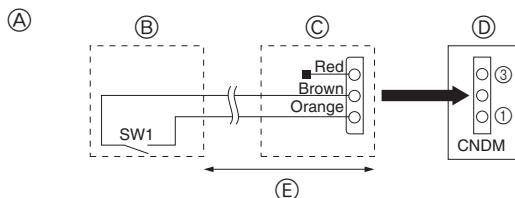

Fig. 8-1
- (A) Exemplo de diagrama de circuito (modo de baixo nível de ruído)
- (B) Disposição no local
- (C) Adaptador de entrada externo (PAC-SC36NA)
- (D) Painel de controlo da unidade exterior
- (E) Máx. 10 m
8.1. Modo de baixo nível de ruído (modificação no local) (Fig. 8-1)